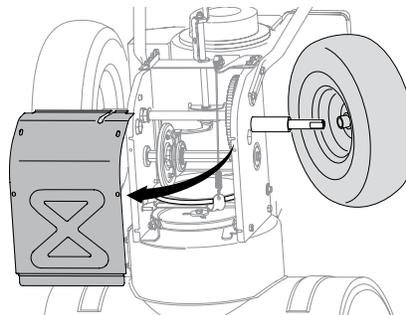

Figure 4-15
4. Retirez les vis autotaradeuses qui fixent le couvercle du châssis sous l'appareil, puis retirez le couvercle du châssis. * Voir Fichier 4-4. Retirez la vis et la rondelle Belleville qui fixent la roue droite à l'essieu, puis enlevez la roue droite. Voir Figure 4-15.